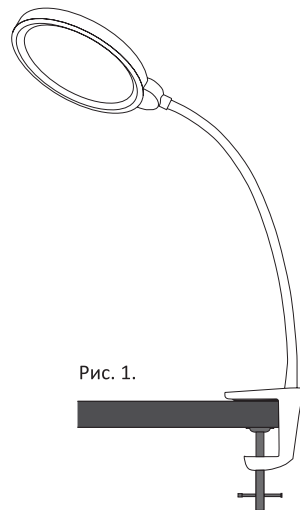

Рис. 1.
Светильник светодиодный настольный, модель GLTL-046, предназначен для освещения пространства во время работы или отдыха, подходит для эксплуатации во внутренних отапливаемых сухих помещениях. Светильник является низковольтным осветительным прибором, работает от источника постоянного тока DC со стабилизированным выходным напряжением 5В (блок питания входит в комплект поставки). Включение и выключение светильника, смена цветовой температуры и управление яркостью свечения осуществляются нажатием кнопки на выключателе на шнуре (см. рис. 1).
3. Правила и условия монтажа: светильник крепится на стол или на полку (см. рис. 1).
Распакуйте светильник. Убедитесь в отсутствии повреждений блока питания, сетевого шнура и светильника. Прикрепите блок питания к шнуру. Укрепите светильник на ровной поверхности (см. рис. 1). Вставьте вилку блока питания в розетку с сетью переменного тока с напряжением 220-240 В. Светильник готов к работе.